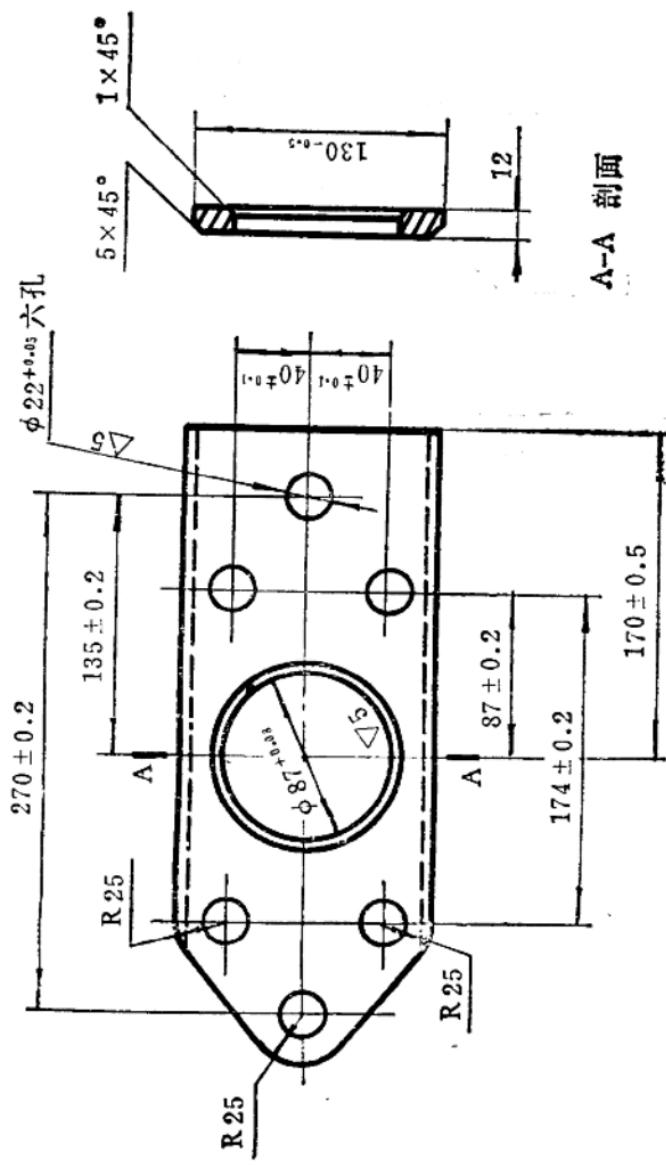
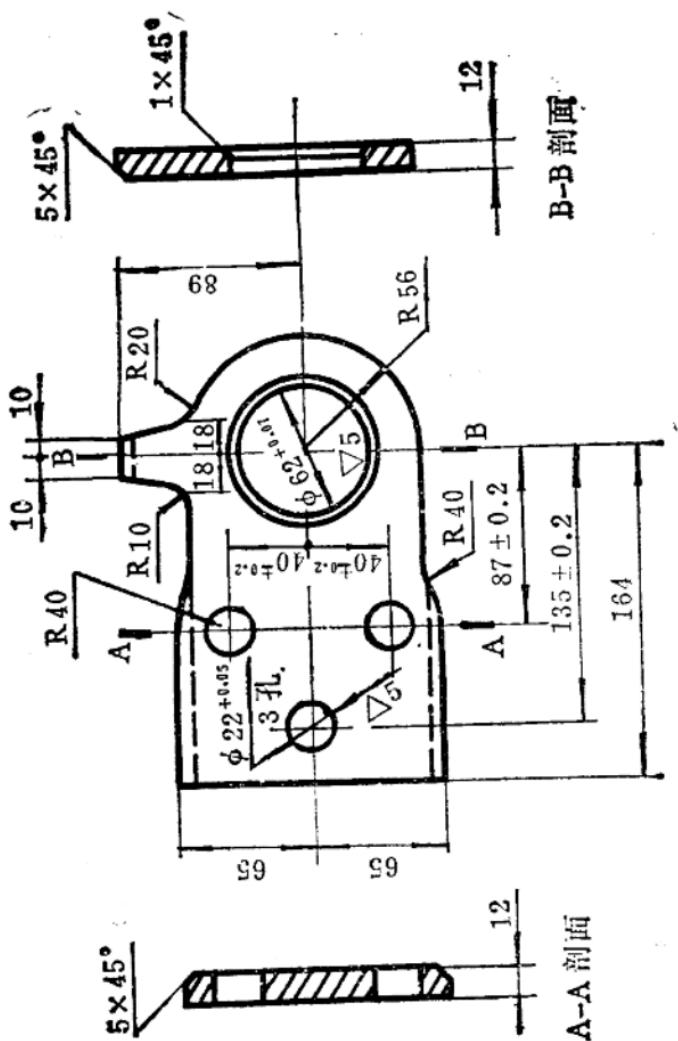

图1 外 加 固 板
图2 右侧内加固板
4. 按图1及图2所示，制作加固板，加固板材料可选用 5° 钢板，厚度为 $12\sim14$ 毫米，最薄不得低于 10 毫米。制作时应注意：左侧和右侧吊耳不同，内加固板的倒角方向也不同。